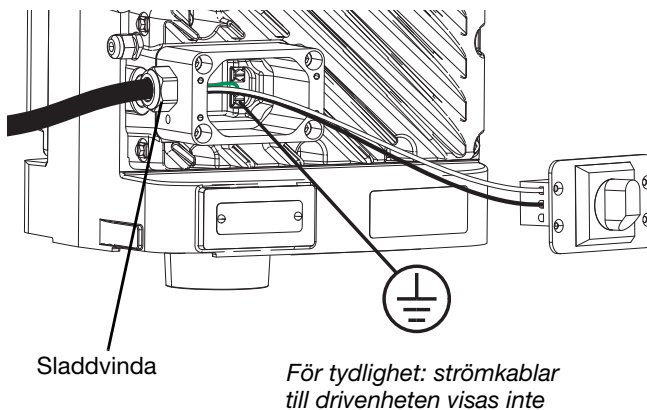

FIG. 6: Ansluta el
5. Fäst jordkabeln på en av de två jordterminalerna i kopplingslådan enligt **FIG. 6**.